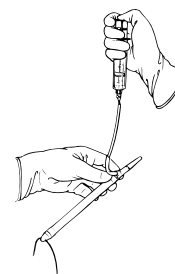

Figura 4-9
- Sostenga el cilindro desde la parte posterior, con la punta frontal hacia abajo para permitir que la porción distal del cilindro se llene primero (**Figura 4-9**).